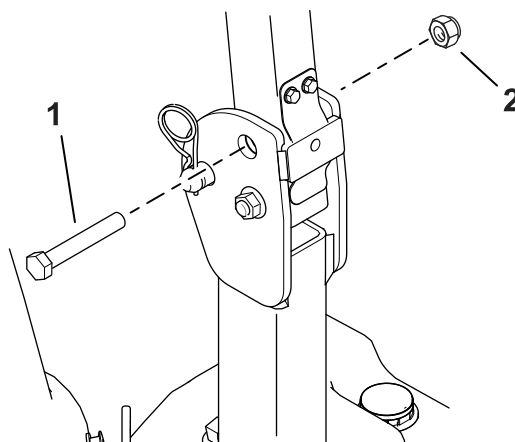

Figura 3
5. Instale el perno ($\frac{3}{4}$ " x 4") en el taladro superior de la barra antivuelco y fíjelo con una tuerca, apretando con los dedos solamente ($\frac{3}{4}$ "). Consulte (Figura 3).